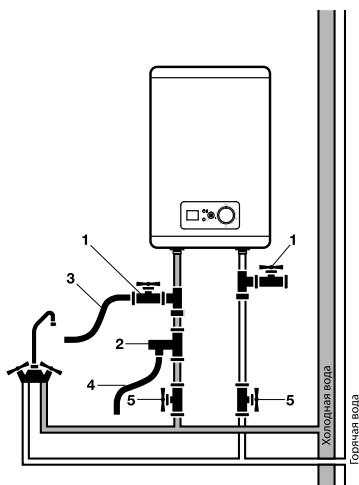

Рис. 4
При подключении к системе водоснабжения необходимо предусмотреть и реализовать установку индивидуальных запорных вентилей (позиция № 5 на рис. 4 ) на линии подачи холодной воды в водонагреватель
Для упрощения процесса слива воды из водонагревателя рекомендуется на входе и выходе воды из водонагревателя установить тройники (позиция 1 на рис. 4).
Для подключения водонагревателя к водопроводу применяются трубы диаметром G1/2. Подключение обратного предохранительного клапана (позиция 2 на рис. 4): клапан следует устанавливать в месте входа холодной воды (удостоверьтесь, что гибкая сливная трубка (позиция 4 на рис. 4) установлена, на отверстие спуска давления и слива воды и направлена вниз в специальный дренаж для удаления воды). Во избежание протечек при подключении трубопровода на концы резьбовых соединений следует установить комплектные резиновые уплотнительные прокладки. Установка водонагревателей серии Major LZR 3 существенно облегчается возможностью установить их как вертикально, так и горизонтально в любом месте вашего дома, в отапливаемом (!) помещении. Желательно установить водонагреватель как можно ближе к месту использования горячей воды, поскольку чем меньше длина труб, тем меньше потери тепла. Как показано на рис. 5, при горизонтальной установке водонагревателя трубы подводки должны быть расположены справа.
- Присоедините дренажный шланг (позиция 3 на рис. 4) к запорному крану на тройнике на входе холодной воды в водонагреватель и направьте его в канализацию, либо в место слива воды. Откройте запорный кран и дождитесь полного слива воды.